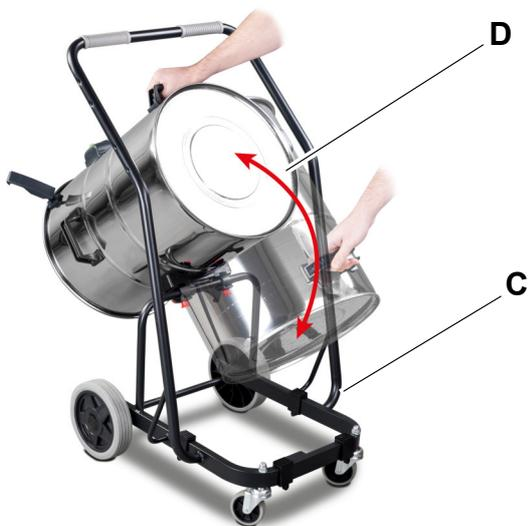

Abb. 9: Funktionen
1. Massives Stahlfahrwerk mit Fahrgriff (Pos. C, Abb. 9) gewährleistet den sicheren Transport des Saugers auch bei unebenem Untergrund. Selbst bei vollem Behälter und entsprechend hohem Gewicht, lässt sich der Sauger durch das stabile Fahrwerk sicher manövrieren.
2. Praktische Kippvorrichtung (Pos. D, Abb. 9) erleichtert das Entleeren des vollen Behälters. Fahren Sie einfach mit dem Fahrwerk über die Entsorgungsstelle und kippen Sie den vollen Behälter, mit einem zusätzlichen Griff an der Unterseite, nach hinten.